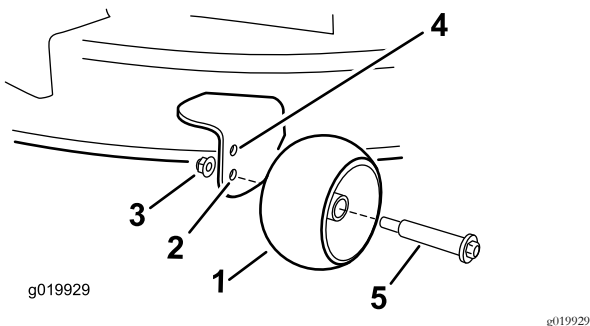

Figure 31
- Trou supérieur – utilisez cette position avec le plateau de coupe à une hauteur de coupe inférieure ou égale à 63 mm (Figure 31).
- Trou inférieur – utilisez cette position avec le plateau de coupe à une hauteur de coupe égale ou supérieure à 76 mm (Figure 31).